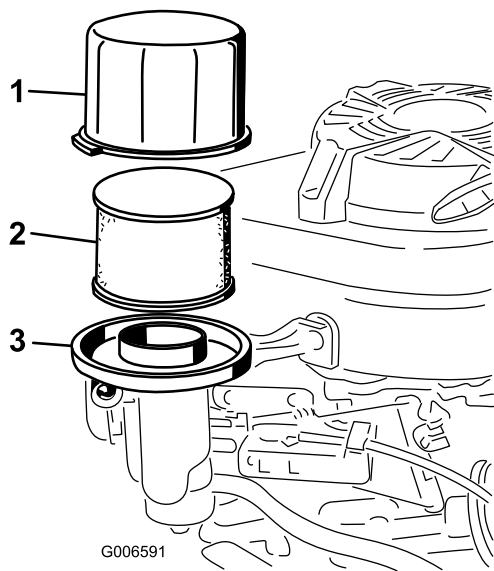

Figura 22
3. Retire la tapa y límpiela a fondo (Figura 22).
4. Retire el prefiltro de gomaespuma y el filtro de papel (Figura 22).
5. Retire el prefiltro de gomaespuma del filtro de papel (Figura 22) y sustituya el filtro de papel si está excesivamente sucio.